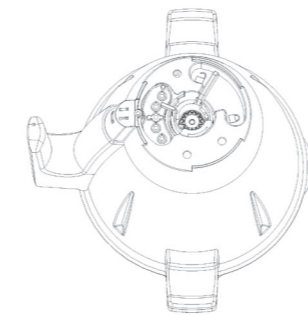

Abb. 2
3. Um das Edelstahlvielzweck-Messer einzusetzen, bringen Sie dieses in Position und schieben den Hebel im Uhrzeigersinn nach oben. (Siehe Abbildung 2)